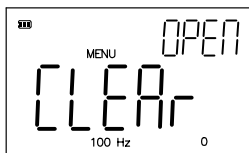

图 4-2 清零界面
- 按 **[CLEAR]** 键进入清零功能。屏幕显示如图 4-2。